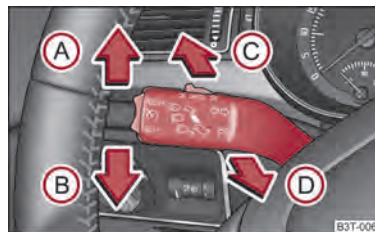

Fig. 40 La palanca de luz intermitente y luz de carretera
- Presione la palanca hacia arriba (A) o hacia abajo ⇒ fig. 40 (B).